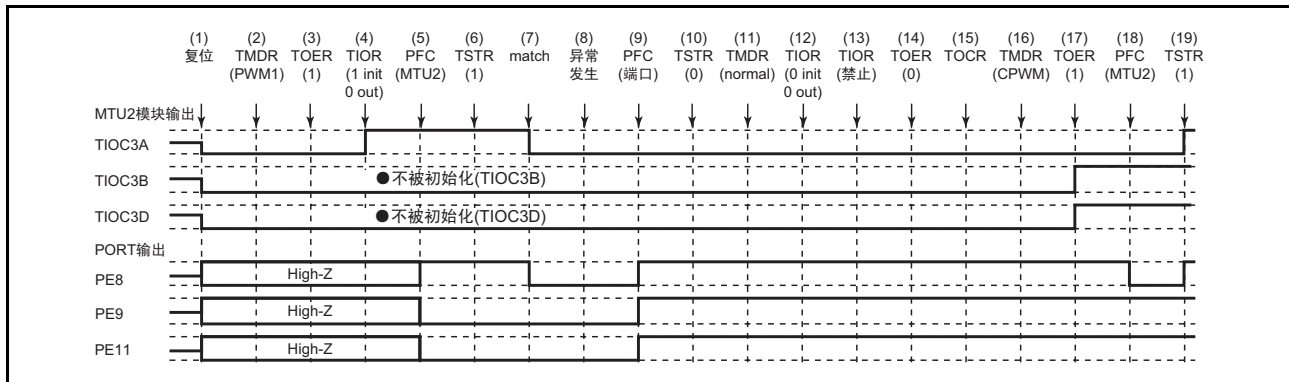

图 12.125 在 PWM 模式 1 中发生异常并且在互补 PWM 模式中恢复的情况
在 PWM 模式 1 中发生异常并且重新设定后在互补 PWM 模式中重新开始时的说明如图 12.125 所示。
(1) ~ (14) 和图 12.125 共用。
(15) 必须通过 TOCR 选择复位同步 PWM 的输出电平以及允许或者禁止周期输出。
(16) 设定复位同步 PWM。
(17) 必须通过 TOER 允许通道 3 和通道 4 的输出。
(18) 必须通过通用输入/输出端口设定为此模块的输出。
(19) 通过 TSTR 重新开始。